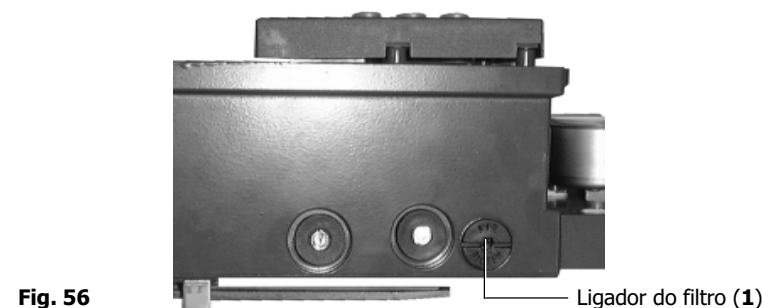

Fig. 56
- Desaperte o ligador do filtro (1) da câmara do SP2 com uma chave allen de 5 mm (ver Fig. 56).